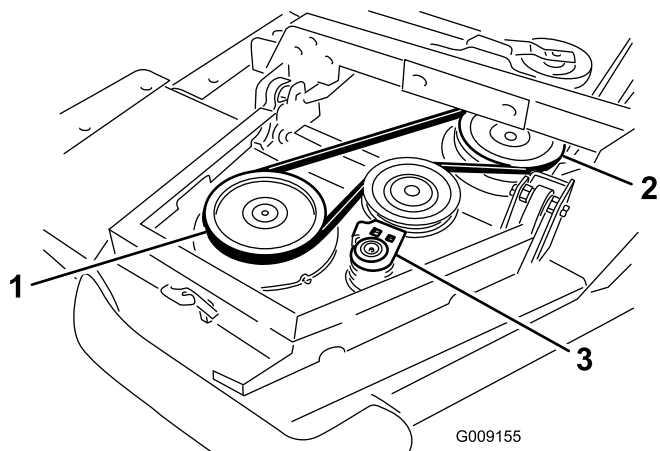

Рисунок 5
- Наденьте ремень на шкив шпинделя крыла и на шкив шпинделя передней деки (Рисунок 5).
- Используя гаечный ключ с трещеткой или аналогичный инструмент, отодвиньте натяжной шкив от шкивов (Рисунок 5).